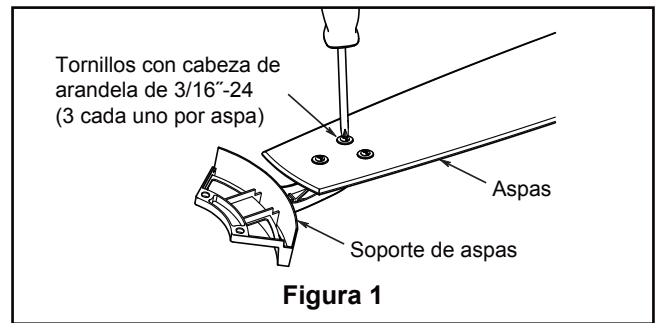

Figura 1
1. Instale la cubierta rotando la ranura clave en la cubierta sobre el tornillo de hombro del soporte del gancho, teniendo cuidado de no pillar los cables. Fije el tornillo de hombro. Instale adecuadamente y fije el segundo tornillo de hombro que fue anteriormente guardado. (Figura 1)
1. Coloque el aspa sobre el soporte de aspas con los pilotes roscados a la vista. Asegúrese de que la parte inferior del aspa se encuentre bien apoyada sobre el soporte. Con un destornillador Phillips, fije los tornillos con cabeza de arandela de 3/16"-24 para asegurar la placa en el brazo de sujeción de las palas. (Figura 1)
- 1. Extraiga uno de los tres tornillos del soporte ubicado en la parte inferior de la unidad del motor. Guárdelos para después y afloje levemente los otros dos tronillos. (Figura 1)